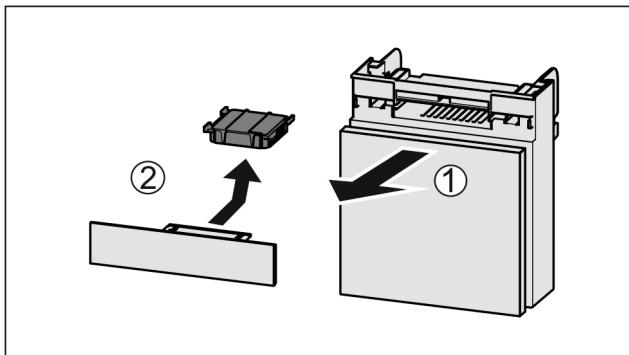

Fig. 86
- Pretinac izvucite Fig. 86 (1) prema naprijed.
- Izvadite filter s aktivnim ugljenom Fig. 86 (2).